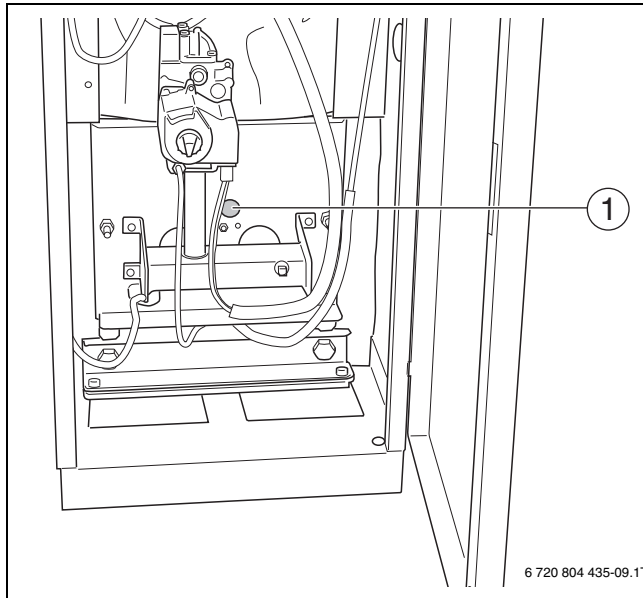
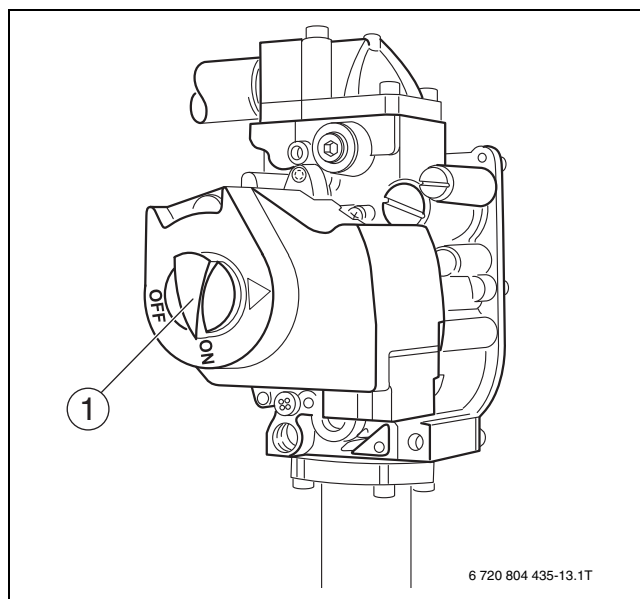

Fig. 9 GC 144 II
Fig. 13 Bloc gaz
- ▶ Observer la flamme du brûleur principal par le verre du viseur (→ fig. 9, page 7) dans la plaque du brûleur. La flamme doit être calme, aux contours nets et bleutée. Si la flamme du brûleur principal répond aux conditions requises, poursuivre avec l'étape suivante. Si la flamme du brûleur principal est trop faible ou jaune ou s'éteint, tourner l'interrupteur principal (→ fig. 13, page 8) du bloc gaz dans le sens horaire sur OFF. Fermer le robinet de gaz, couper l'installation de chauffage de l'alimentation en tension et contacter un technicien du service après-vente ou le fournisseur de gaz.